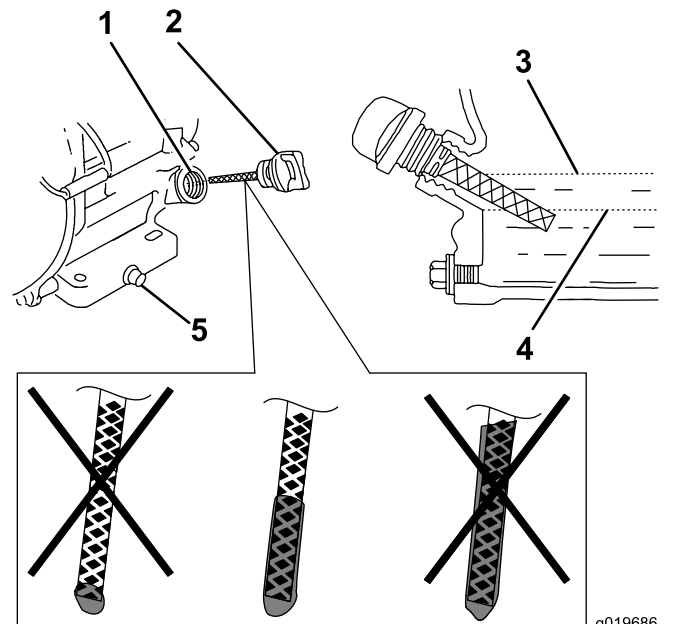

Figura 30
6. Estraete l'asta e controllate il livello dell'olio (Figura 30).